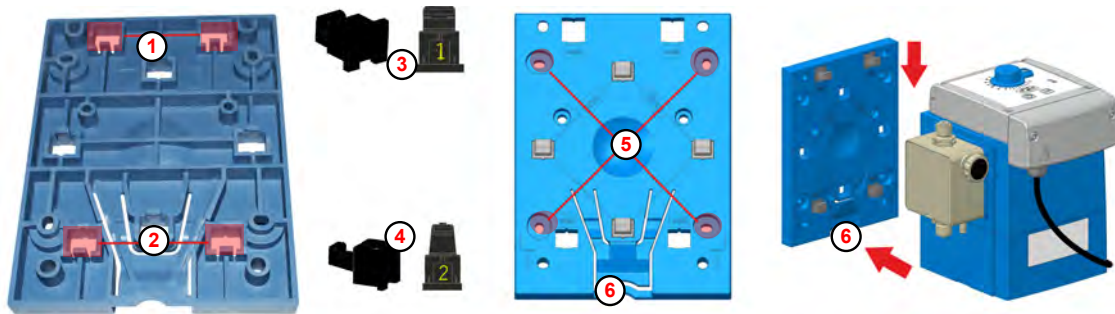

Fig. 5: Préparatifs du montage mural
Sur la partie inférieure de la plaque de montage, les orifices pour le montage mural (Fig. 5 , ① ou ②) portent le numéro 2.